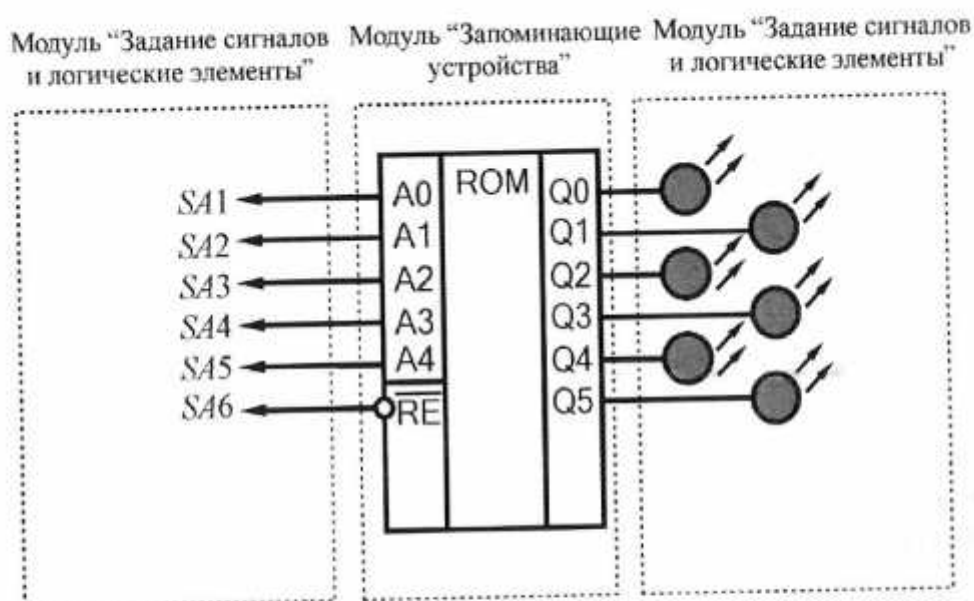

Рис. 8.7. Схема электрическая соединений комплекта для изучения ПЗУ типа K155ПР6
4. Согласно рис. 8.7 выполнить электрические соединения модулей для изучения ПЗУ типа K155ПР6. Монтаж схемы производить при отключенных автоматических выключателях и переключателях питания.
Состояния выходов $Q0...Q5$ контролировать при помощи светодиодов на выходе ПЗУ (рис. 8.7). Задавая различные комбинации логических уровней на входах $A0...A4$ и $\overline{RE}$ ПЗУ, заполнить таблицу памяти ПЗУ типа K155ПР6 (табл. 8.6).